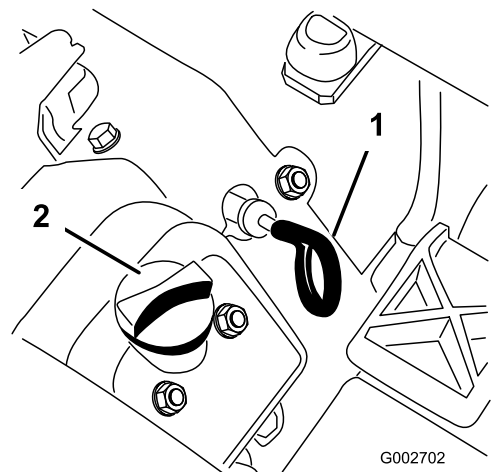

Bild 14
3. Ziehen Sie den Peilstab heraus (**Bild 14**) und wischen Sie ihn mit einem sauberen Lappen ab.